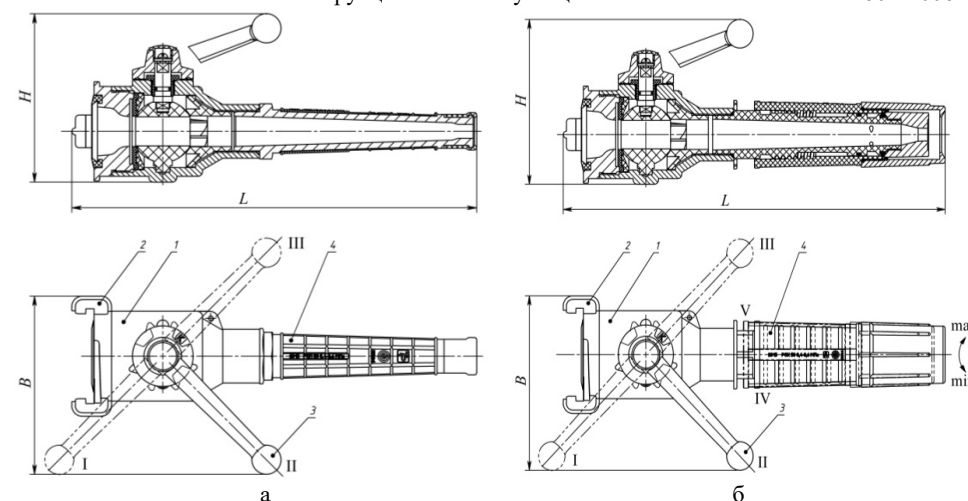

Рис. 1. Конструкция ручного пожарного ствола: а – РСР-50; б – РСР-50
| 6. Габаритные размеры (рис. 1, 2), мм, не более:                                  |                        |               |
3.1. Стволы (рис. 1) состоят из корпуса 1, соединительной головки 2, перекрывающего устройства с рукояткой 3 и насадком 4 (регулируемым насадком для ствола РСР-50). По требованию заказчика стволы могут дополнительно комплектоваться плечевым ремнем.
Положение рукоятки 3 (рис. 1) перекрывающего устройства для перекрывания и образования компактной или распыленной струи воды:
4.2. Ствол РСР-50 дополнительно снабжен устройством, позволяющим изменять угол факела распыленной струи в зависимости от положения гайки регулируемого насадка 4 (рис. 1 б);
6.1. При подготовке к работе ствол следует надежно соединить с рукавной линией. Установить рукоятку 3 (рис. 1) ствола в положение, необходимое для формирования определенного вида струи и направить её на очаг пожара. Дать сигнал готовности к работе.